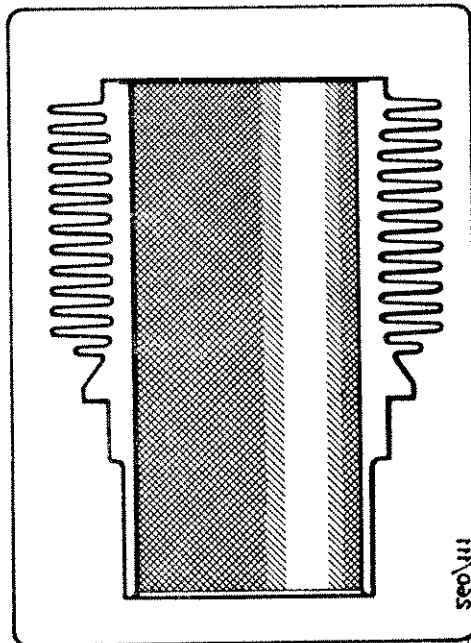

Fig. 20
3) Ripetere l'operazione facendo però ruotare la mano in senso contrario (cioè sinistrorso), in modo che ne risulti una superficie a righe incrociate; così come si vede nella fig. 20.